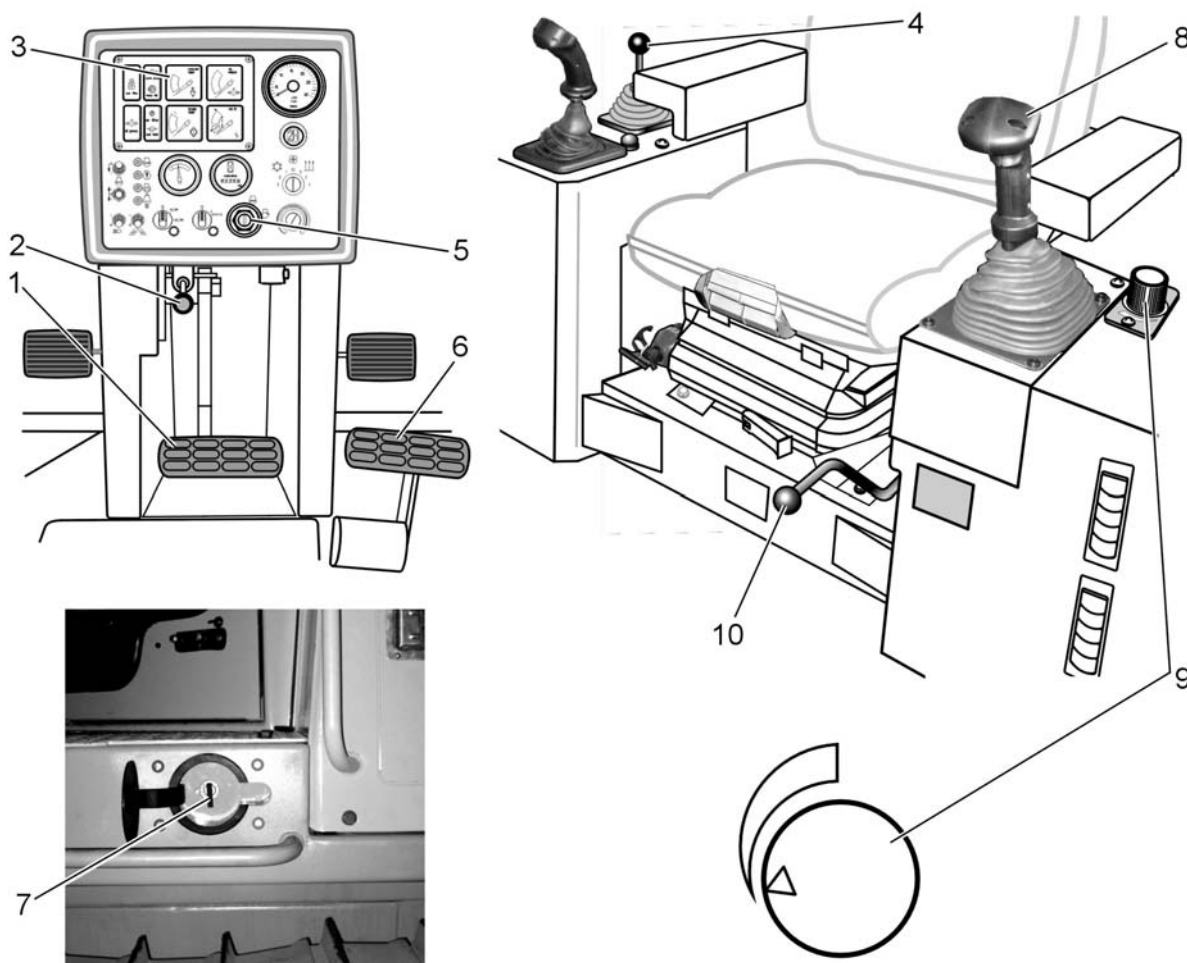

Рис. 4.21. Остановка двигателя
3. Повернуть ключик (5, Рис. 4.21.) замка-выключателя стартера влево в положение «выключено» (Рис. 4.2В.). Таким образом, двигатель будет выключен и остановится.
4. Затем необходимо выключить главный выключатель системы электрооборудования (7, Рис. 4.21.), для чего следует повернуть его ключик в положение «выключено» (OFF).